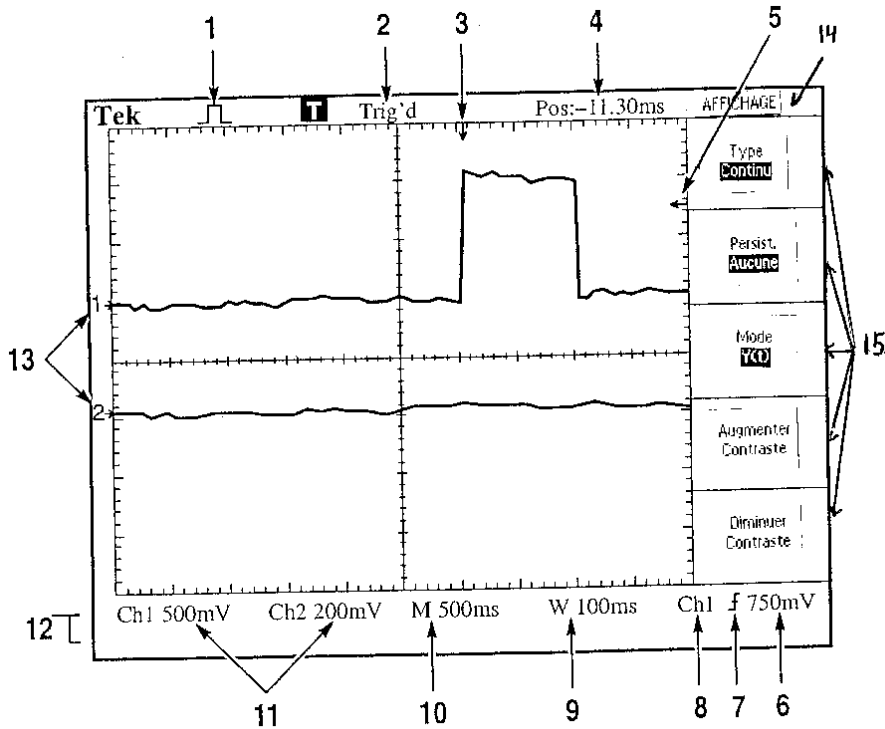

FIG. 5 – écran de l'oscilloscope
1. Jouer avec le changement d'échelle vertical **VOLTS/DIV**. Observer le changement d'échelle (cf. 11. Fig. 5). Estimer la tension de la pile.
2. Faire varier le bouton **SEC/DIV** dans la section **HORIZONTAL** ; observer et la variation du signal et le changement d'échelle (cf. 10 Fig. 5).
3. Faire usage des curseurs en appuyant sur **CURSOR**. Sélectionner la source **CH1** (cf. 15 Fig. 5), comme type de curseur : "tension". Faire varier les curseurs 1 et 2 (**POSITION CURSOR 1 & 2**), observer les valeurs des positions des deux curseurs et de leur différence (dans 15 Fig. 5). Estimer la tension de la pile.